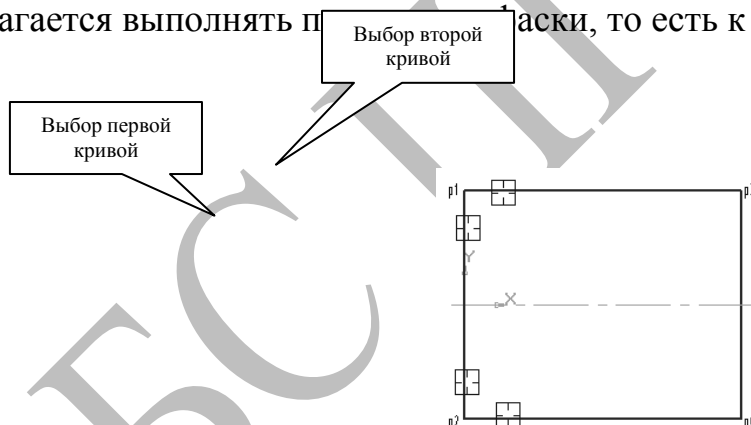

Рис. 11
- 3) В ответ на запрос системы «Укажите первую кривую для построения фаски» укажите мишенью на отрезок p1 – p2, но ближе к тому его концу, где предполагается выполнять операцию. Если вы выбрали отрезок p1 – p2, то есть к точке p1 (рис. 11).